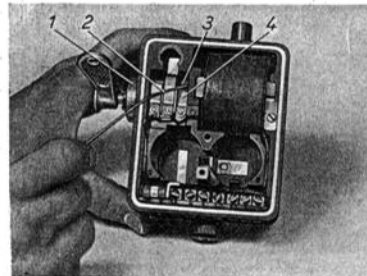

Bild 230. Zurückdrücken der hinteren Kontaktfeder mittels Draht beim Einführen der Schaltwalze
- Mit kleinem Schraubenzieher oder starkem Draht innenliegende Kontaktfedern zurückdrücken, wie Bild 230 zeigt, und neue Schaltwalze mit eingestecktem Schlüssel unter leichter Drehung in den Spulenkasten einschieben.